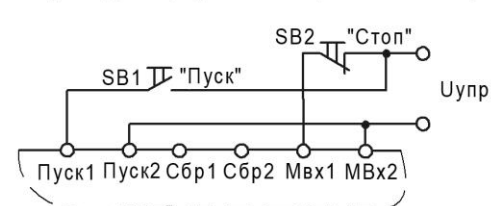

Рисунок 3 – Схема подключения пускателя с шунтирующим контактором (только для моделей БСТ-30Н.. БСТ-60Н)
1.3.9 При выходе на полное напряжение срабатывает реле «Шк1»-«Шк2». Это реле может быть использовано для индикации или управления шунтирующим контактором (только в моделях БСТ-30Н..БСТ-60Н, см. рисунок 3). Также может использоваться для схем каскадного запуска электродвигателей (для более подробной информации обратитесь к производителю).